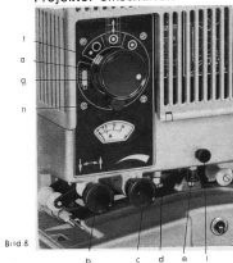
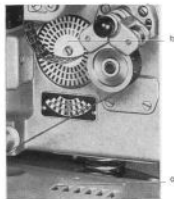

Bild 8
Bild 9
Hauptbedienungs-knopf a (Bild 8) durch Rechtsdrehung auf den ersten Kontakt schalten. Bildgröße und Lage des Bildes auf der Projektionswand prüfen und einstellen. Die Höhenlage des Bildes wird durch Betätigung des Knopfes b (Bild 8) für die Hoch- und Tiefstellung erreicht. Die seitliche Einstellung erfolgt durch Verschieben des Projektors. Unebenheiten des Projektions-Tisches werden durch die Stellschraube c (Bild 6) ausgeglichen.
Genauere Einstellung der Lampe ist notwendig, um stets beste Ausleuchtung des Bildes zu erzielen. Sie erfolgt in der Höhe durch die Stellschraube e (Bild 8) und seitlich durch die Schraube d. Zum Prüfen der Einstellung bei eingeschaltetem Projektor Lupe oder zweites Objektiv vor Apparateobjektiv halten. Dadurch werden auf dem Bildschirm die Wendelbilder und dazwischen die vom Hohlspiegel entworfenen Spiegelbilder sichtbar. Die richtige Einstellung ist dann erreicht, wenn auf dem Bildschirm die Wendelbilder und dazwischen die vom Hohlspiegel entworfenen Spiegelbilder der Wendeln sichtbar werden. Wendelbilder wie Spiegelbilder erscheinen nicht gestochen scharf, sondern gleichmäßig weich gezeichnet und sind, von der Mitte des Bildes aus betrachtet, nach rechts und links durchgebogen (tonnenförmig verzeichnet).
Das Einstellen der Filmgeschwindigkeit erfolgt durch Knopf c (Bild 8) unter Beobachtung der durch das Pilotlicht a (Bild 9) erhaltenen Stroboskopscheibe b. Dabei muß, je nach der gewünschten Bildzahl, der mit den Zahlen 16 - 20 - 24 gekennzeichnete und in Schwarz-Weiß-Felder aufgeteilte Ring bei richtiger Einstellung einen stillstehenden Eindruck machen. Ein Wandern des Ringes links oder rechts herum ist durch entgegengesetztes Drehen des Knopfes c (Bild 8) auszugleichen. Oben beschriebene Methode ist nur bei Wechselstrom möglich. Bei Gleichstrom ist hierfür Sonderausrüstung erforderlich (Stimmgabel mit entsprechender Stroboskopscheibe). Bei Verwendung einer 750-W-Lampe ist der Film mit mindestens 20 Bildern vorzuführen.
durch Rechtsdrehung des Bedienungsknopfes a (Bild 8).
durch weiteres Drehen des Bedienungsknopfes a stufenweise auf Nennstromstärke bringen. Verstellbaren Anschlag (f) durch Lösen des Rändelknopfes (h), Bild 8, zur Anlage mit dem Anschlagstift (g) des Bedienungsknopfes bringen und Rändelknopf festziehen (h).
Geschwindigkeitseinstellung siehe Seite 9 und Bild 9
1. Bedienungsknopf a (Bild 8) durch Linksdrehen auf Aus (O-) schalten. Dann ist der Bedienungsknopf in Achsrichtung zu drücken und nach rechts bis Mitte weiterzudrehen. (Beim Rücklauf bleibt die Lampe abgeschaltet.)
2. Ist der Film das gewünschte Stück zurückgelaufen, Bedienungsknopf a (Bild 8) wieder zurückdrehen bis er in Achsrichtung nach vorn springt (= O) und dann durch Rechtsdrehen über Schaltstellung 1 und 2 Projektor wieder einschalten.